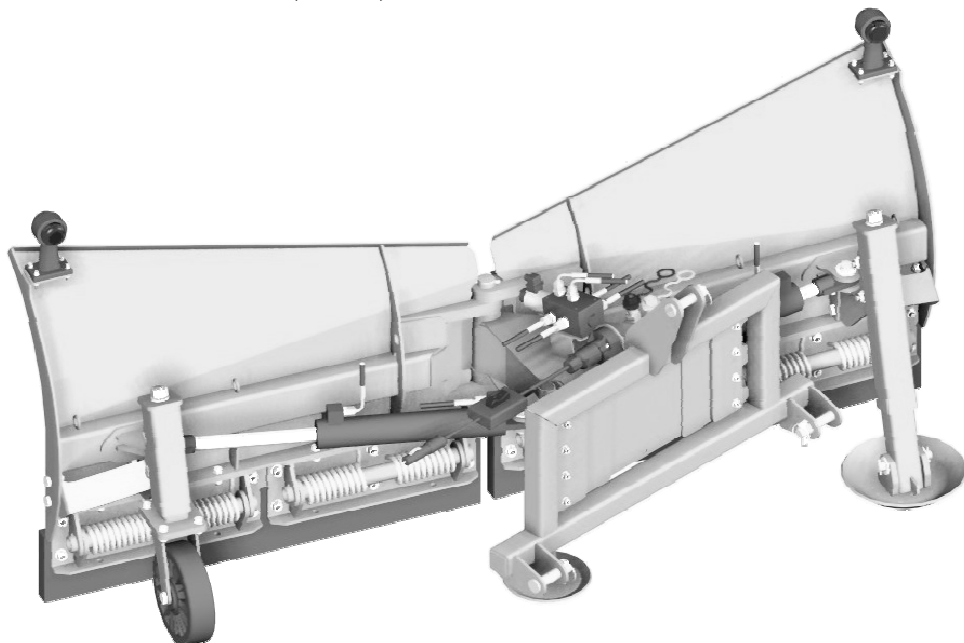

Bild 5. Schneepflug City 180 mit Stützrad oder Gleitschiene
Schneepflüge **City 180 (K)/200 (K)** können zusätzlich mit Stützrädern oder Gleitschienen ausgerüstet werden, die den Bodendruck verringern – dadurch erhöht sich die Lebensdauer der Gummi- oder HARDOX-Schürfleisten (**Bild 5**).